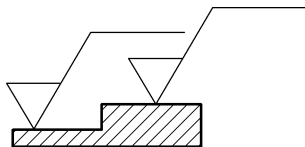

图 8-28 插入图块示例
将如图 8-28 所示的图块插入图中。
- 4) 移动鼠标在绘图区内指定插入点,完成图块插入的操作,如图 8-28 所示。